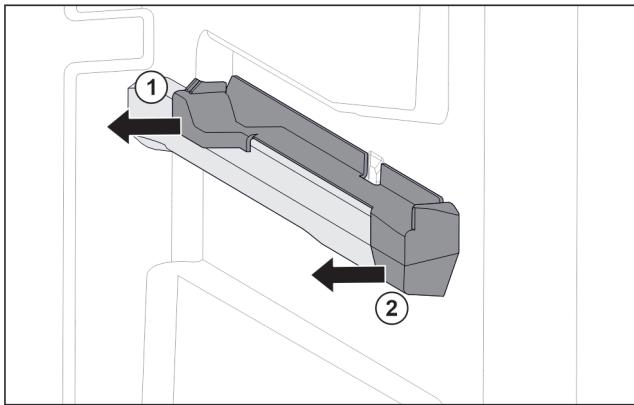

Fig. 17 Вставная часть на правом контейнерном ребре
- Отодвиньте вставную часть сзади в сторону. Fig. 17 (1)
- Отодвиньте вставную часть спереди в сторону. Fig. 17 (2)